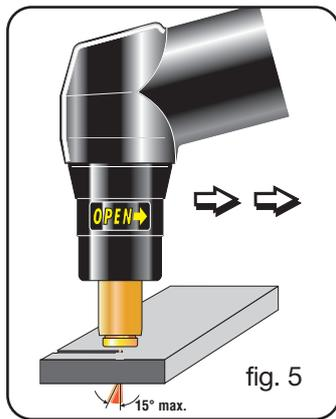

fig. 5
Quando possível, o corte deverá ser efectuado puxando a tocha: é normalmente mais fácil puxar do que empurrar (ver fig. 5).
- velocidade elevada. Certificar-se que o arco perfure completamente a parte que está sendo cortada e que nunca haja inclinação, no sentido de avanço, maior que 10 -15° (veja fig.5). Dessa forma, evitam-se consumos incorrectos do bico e queimaduras no bocal.